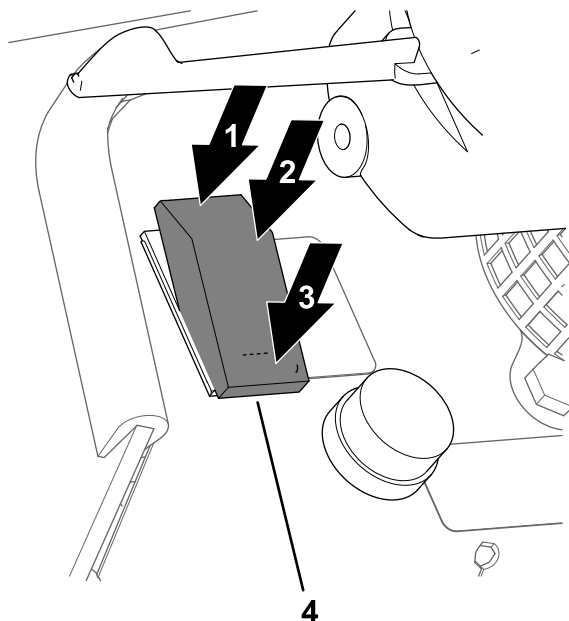

Bild 70
- Stellen Sie den Lichtschalter nach vorne (zum Schulterende des Schalters), um die Arbeitsscheinwerfer in die EIN-Stellung zu stellen (Bild 70).
- Drücken Sie den Lichtschalter in die mittlere Stellung, um die Lampen in die AUS-Stellung zu bringen (Bild 70).
- Stellen Sie den Lichtschalter nach hinten (zum abgerundeten Ende des Schalters), um die Scheinwerfer in die EIN-Stellung zu stellen (Bild 70).